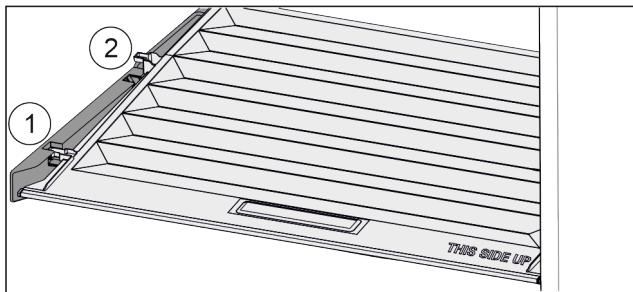

Fig. 134
- Кришку до отвору в деталях для підтримки потягнути вперед Fig. 134 (1).
- Підняти ззаду знізу та вийняти Fig. 134 (2) вгору.